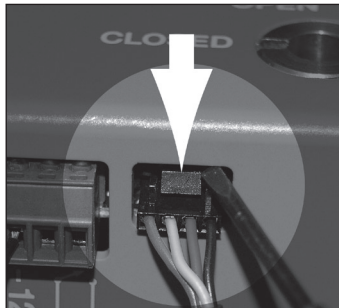

Figura 5
**Nota:** no es necesario retirar la cubierta de la unidad de control para instalar los cables de interconexión. Para extraer un cable entrelazado, usar el destornillador de bolsillo suministrado para presionar la lengüeta del cable mientras se tira del cable para retirarlo de su toma. **Figura 5**